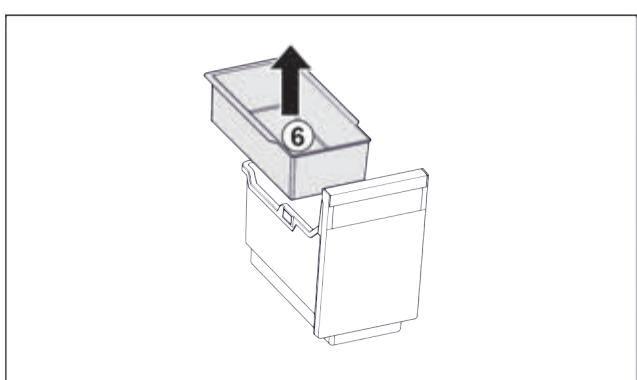

Fig. 81
- Вийняти підвісний лоток Fig. 81 (6).